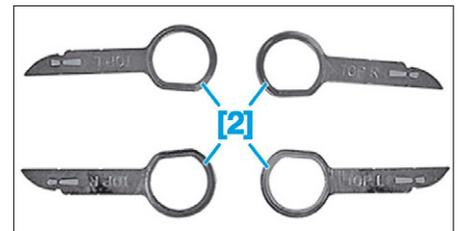

FIG. 26
- [2]. Clé pour dépose des autoradio RNEG et NG4 (réf. 1287) (Fig.26).